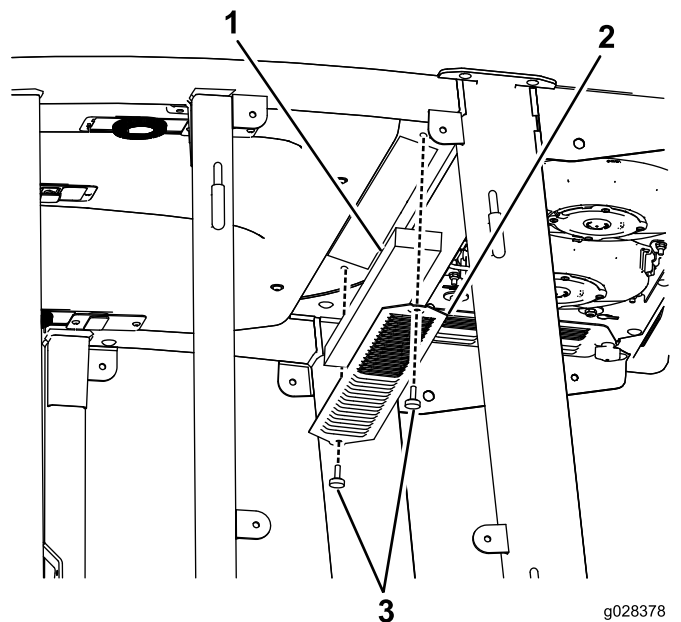
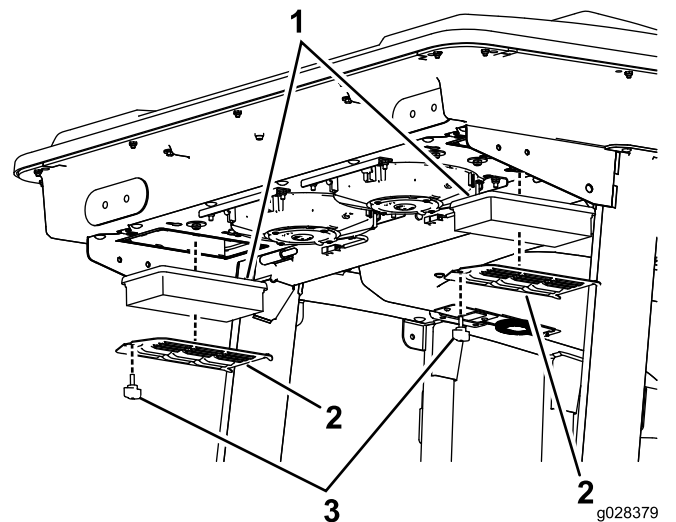
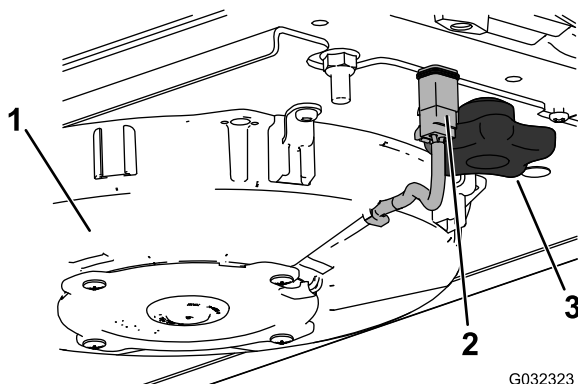
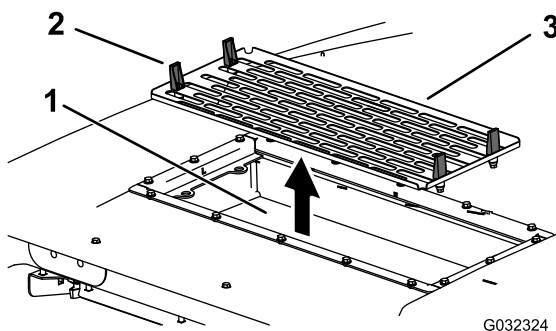

Bild 89
Bild 90
Bild 91
Bild 92
1. Nehmen Sie die Schrauben und Gitter von den internen und hinteren Kabinenluftfiltern ab (Bild 89 und Bild 90).
5. Entfernen Sie die Luftfilter (siehe Bild 90).
7. Bauen Sie Luftfilter, Gitter und Klimaanlage wieder ein (Bild 90, Bild 91 und Bild 92).
8. Schließen Sie das Kabel von jedem Ventilator wieder an (Bild 91).